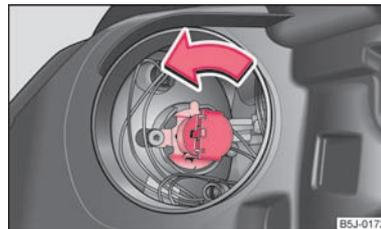

Abb. 155 Ausbau der Glühlampe für Fernlicht
- Den Stecker mit der Glühlampe bis zum Anschlag nach links drehen ⇒ Abb. 155 und herausnehmen.